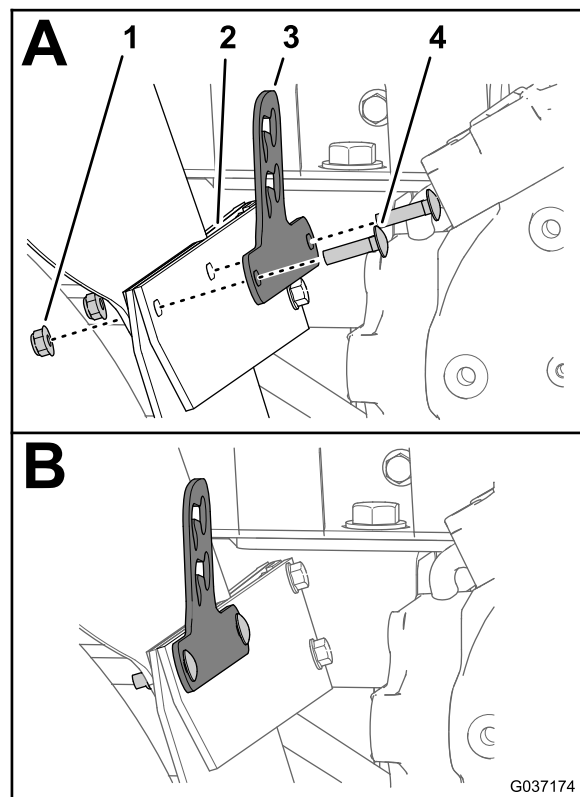

Figura 12
3. Monte el soporte de la válvula, la pletina de la aleta, el guardabarros y la aleta (Figura 12) con los 2 pernos de cuello cuadrado (5/16" x 1-1/4") y las 2 contratuercas con arandela prensada (5/16").